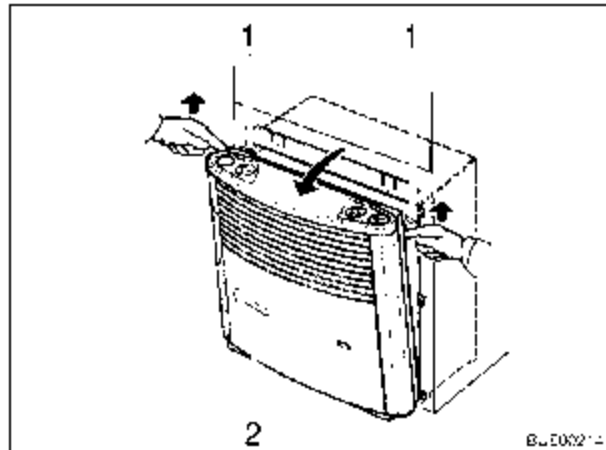

Fig. 91 Retirer habillage du chauffage
- Enlever l'habillage du chauffage (Fig. 91,2). Pour ce faire, tirer le haut de l'habillage vers l'avant, presser les ressorts de retenue (Fig. 91,1) latéralement vers le haut et rabattre l'habillage vers l'avant.